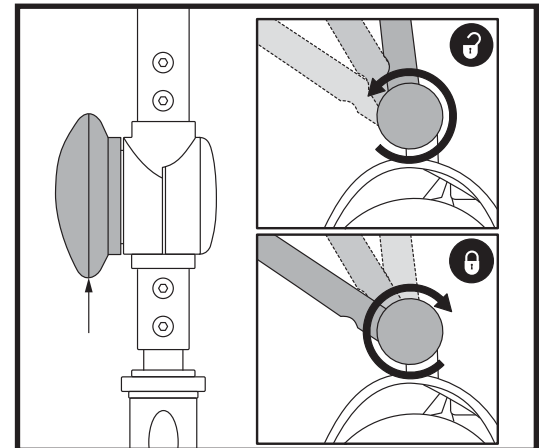

Figure 17. Réglage du guidon
REGLAGE DE L'INCLINAISON DU GUIDON (VOIR LA FIGURE 17)
1. Avec le siège et la batterie retirés (voir les procédures de démontage sur la page précédente), abaissez le guidon et serrez le bouton de réglage. **Voir la figure 17.**
3. Remontez complètement le guidon en position et resserrez le bouton de blocage. **Voir la figure 17.**